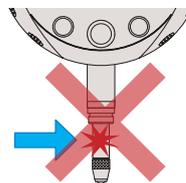

Fig. 2
1. Não movimente a ponta de contato rapidamente nem aplique força no sentido transversal, caso contrário, a exatidão dos resultados pode ser afetada de forma adversa. (Fig. 2)